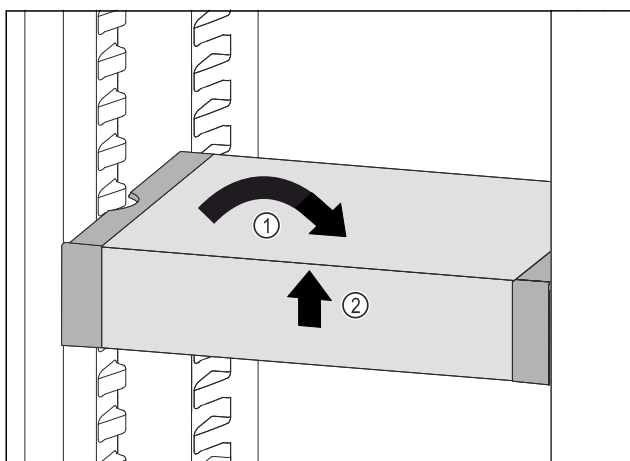

Fig. 120
- VarioSafe postavte rovno. Fig. 120 (1)
- VarioSafe nadvihnite vpredu. Fig. 120 (2)